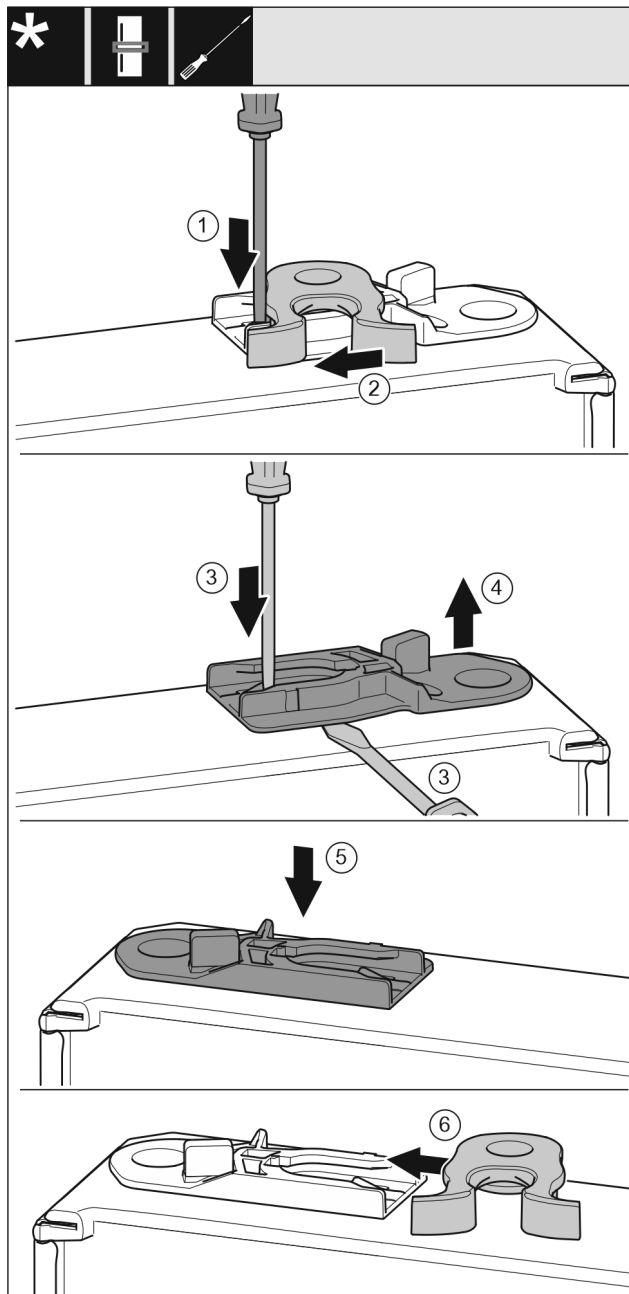

Fig. 19
- ▶ Potisnite spono Fig. 19 (1) navzdol s ploščatim izvijačem.
- ▶ Povlecite zapiralni kavelj Fig. 19 (2) ven iz vodila.
- ▶ Izvlecite vodilno pušo Fig. 19 (3, 4): Pritisnite spono s ploščatim izvijačem in jo hkrati potisnite pod vodilno pušo.
- ▶ Vstavite vodilno pušo Fig. 19 (5), ki je del obsega dobave, na drugi strani ohišja.
- ▶ Potisnite zapiralni kavelj Fig. 19 (6) v vodilo.